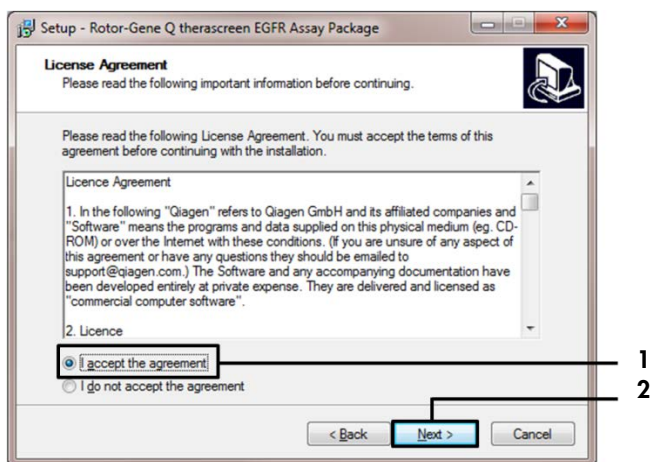

Figura 42. Cuadro de diálogo "License Agreement" (Acuerdo de licencia). 1 = "I accept the agreement" (Acepto el acuerdo); 2 = "Next" (Siguiente).
5. Lea el Acuerdo de licencia del cuadro de diálogo y marque la casilla I accept the agreement (Acepto el acuerdo). Haga clic en Next (Siguiente) para continuar (figura 42).